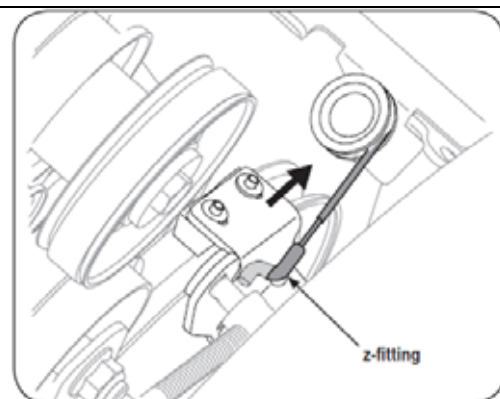

Рис. 33
3. Толкайте кронштейн тормоза в направлении направляющего шкива ремня и отсоедините Z-образный фиксатор тросика шнека (см. Рис. 33).